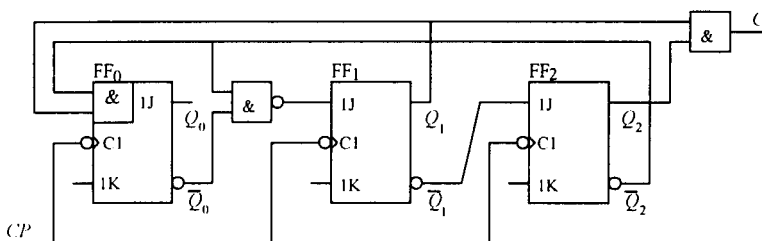

图 T9
分析图 T9 给出的时序逻辑电路。① 写出电路的驱动方程和输出方程；② 求出电路的状态方程；③ 列出电路的状态转换表；④ 画出电路的状态转换图；⑤ 说明电路的逻辑功能，指出电路能否自启动。